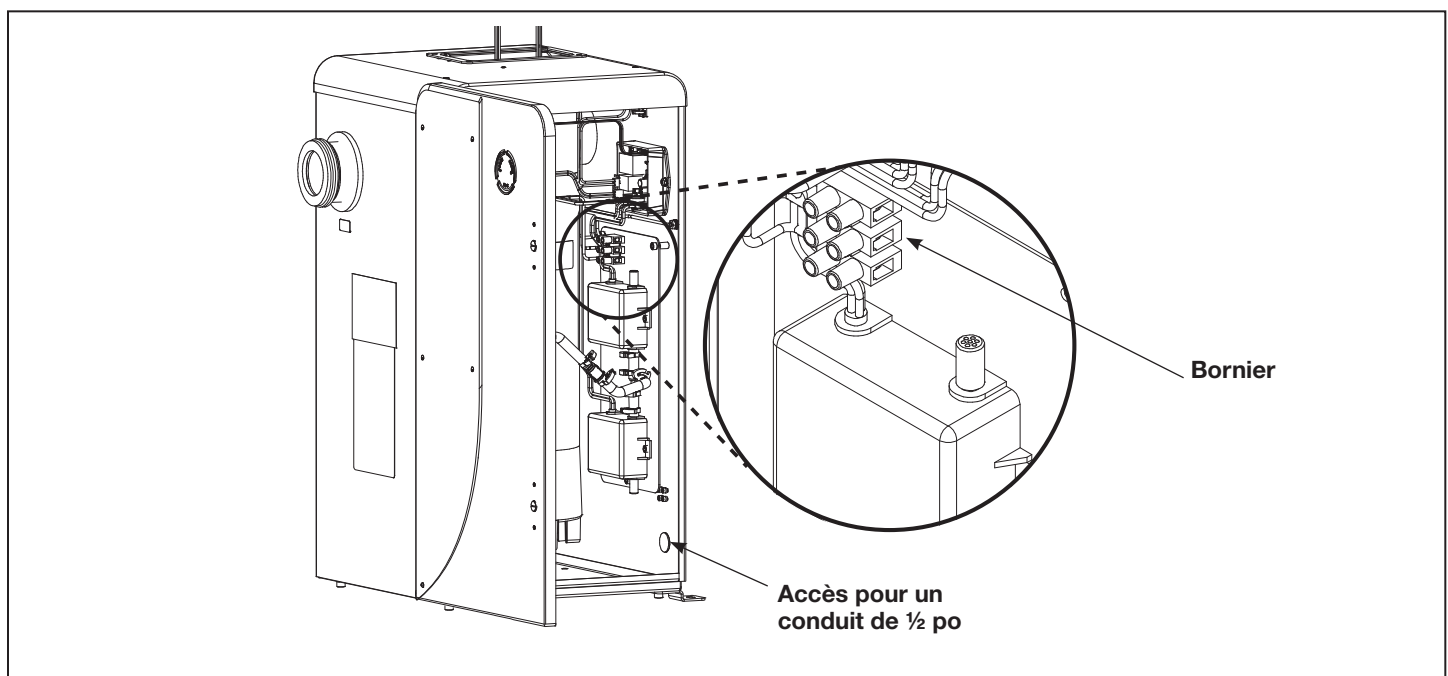

Figure 7. Instructions relatives au bornier et au câblage
- Raccorder la ligne 1, la ligne 2 ou le neutre et la terre au bornier comme indiqué sur l'étiquette du panneau électrique situé du côté intérieur droit de l'enceinte. Voir la Figure 7.